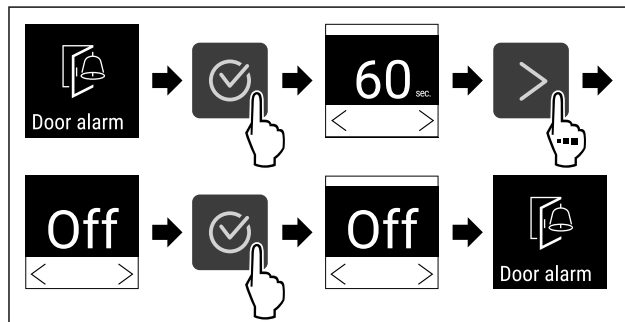

Fig. 88
- Stappen (zie Fig. 88) uitvoeren.